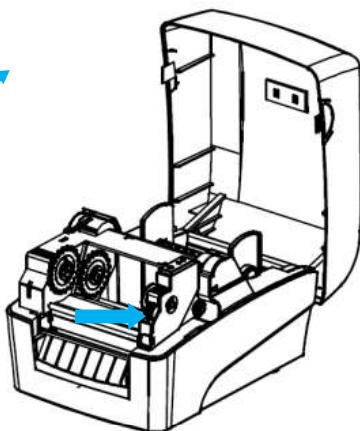
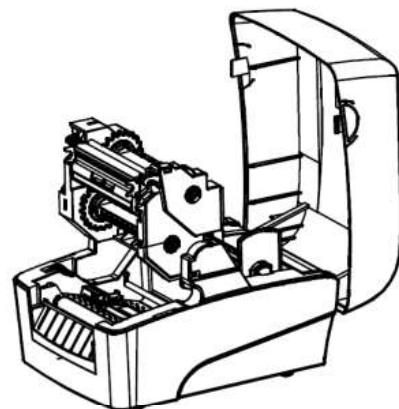

图 2.2.2
图 2.2.3
- 沿箭头方向（见图 2.2.2）按动开启扳手，待碳带支撑架抬起后将其向上翻转至图示角度；（见图 2.2.3）；